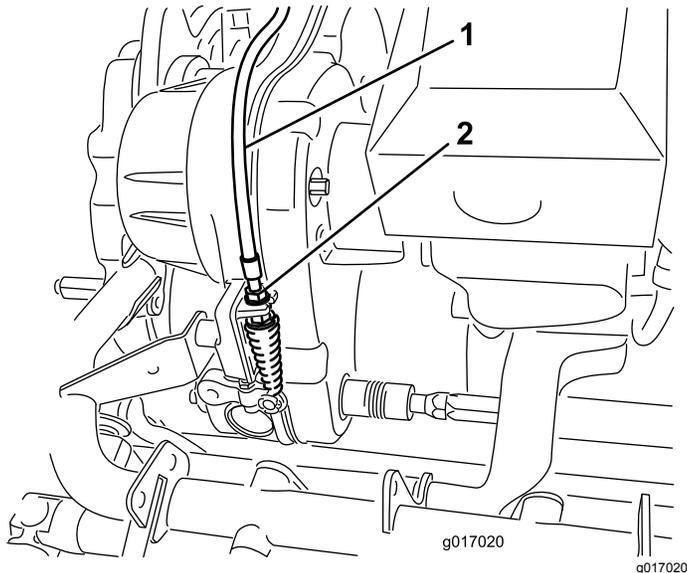

Figura 49
2. En la división de la transmisión, ajuste el cable de control del molinete (Figura 49) hasta que el muelle tenga una longitud de entre 70,6 y 72,4 mm.